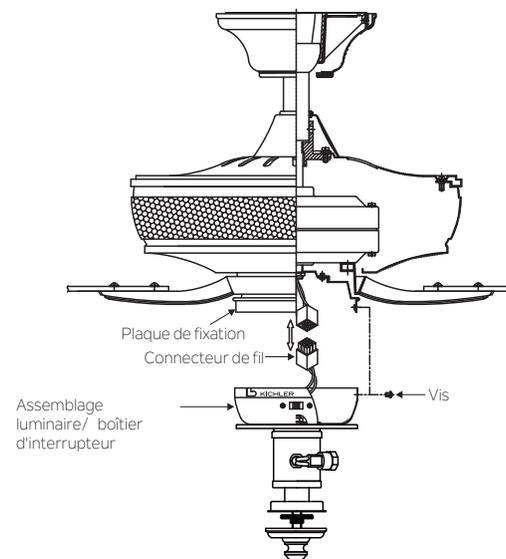

Fig. 19
Étape 3. Tout en soutenant le luminaire et le boîtier d'interrupteur sous le ventilateur de plafond, pousser les connecteurs de fils carrés ensemble. Un connecteur du ventilateur et un connecteur du boîtier d'interrupteur. (Fig. 19)
Raccorder l'assemblage luminaire/boîtier d'interrupteur à la plaque d'assemblage à l'aide des trois vis fournies. S'assurer que toutes les vis sont serrées. (Fig. 19)